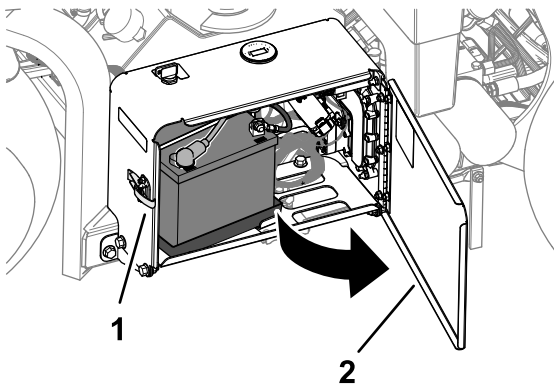

Figura 170
1. Desenganche y abra la puerta del compartimiento de la batería (Figura 170).